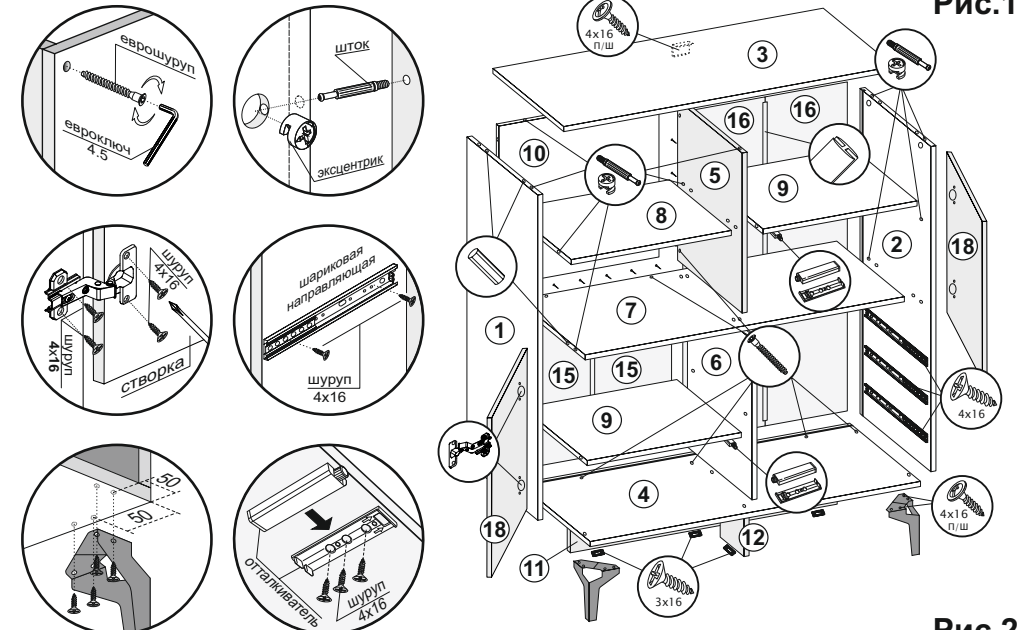

Рис.1
1. К боковине (2) и поперечине (6) прикрутить направляющие шурупами 4x16 (рис.1).
2. Поперечины (5,6) соединить со стяжкой (7) еврошурупами, затем со стяжками (8,9) шкантами и эксцентриками (рис.1).
3. Еврошурупами соединить заднюю стенку (10) со стяжкой (7) и поперечиной (5) (рис.1).
4. К собранной части изделия монтировать боковины (1,2), используя шканты и эксцентрики (рис.1).
5. На боковины (1,2) и поперечины (6,5) установить крышу (4) с помощью еврошурупов и крышу (3), используя шканты и эксцентрики (рис.1).
6. Вставить в пропилы боковин (1,2) и крыш (3,4) задние стенки, состоящие из ХДФ (15,16) и соединительных планок. Замерить диагонали секции (они должны быть равны: +/- 2 мм), затем закрепить ХДФ (15,16) с помощью фиксаторов с шурупами, соединителей ХДФ и гвоздей 2x20 (рис.1).
7. Сборка основания изделия: Шурупами 3x16 прикрутить подпятники к планкам (11,12). Соединить планки (11,12) сначала между собой, затем с крышей (4) еврошурупами. Прикрутить опоры к крыше (4) шурупами 4x16 П/Ш. Оптимальное расстояние крепления опоры 50 мм от каждого края крыши (4) до первого отверстия в опоре (рис.1).
9. К стяжкам (9) по наметкам прикрутить отталкиватель для дверей шурупами 4x16 (рис.1).
10. **Только после окончательной сборки** изделия навесить створки (18) на короб комода, используя петли и шурупы 4x16 (рис.1). Отрегулировать петли.